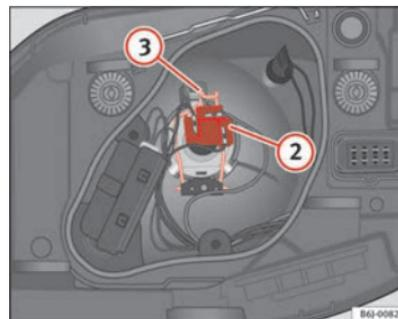

Fig. 142 Luz de cruce/carretera faro simple
- Extraiga el conector ⇒ fig. 142 ② de la lámpara.
- Desenganche el resorte retentor ⇒ fig. 142 ③ presionándolo hacia dentro y a la derecha.